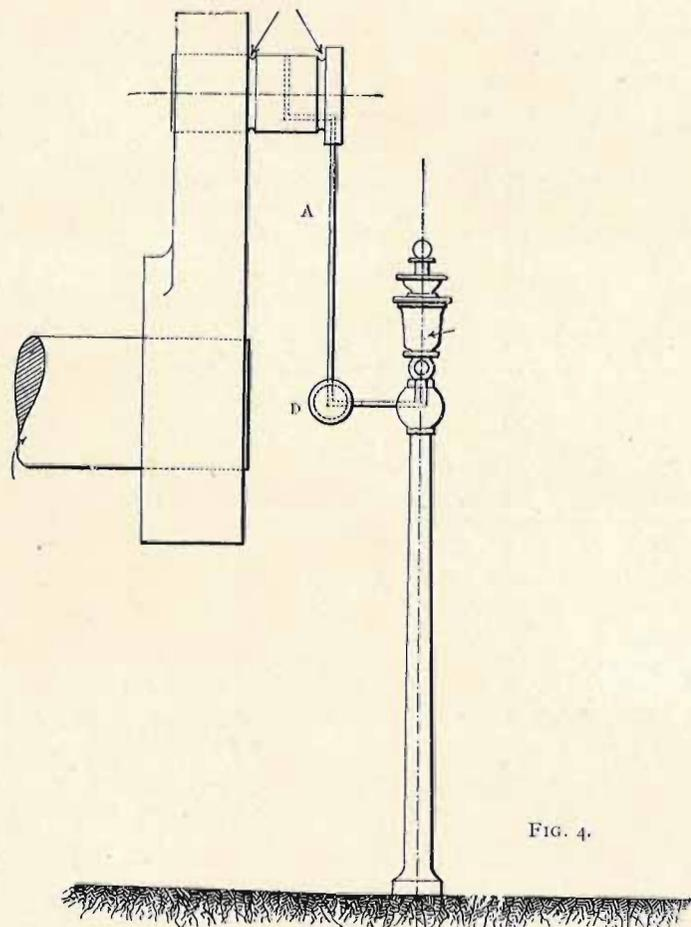

FIG. 4.
**Graissage du bouton des manivelles.** Dans nos machines l'huile est amenée dans le coussinet du bouton (fig. 4)